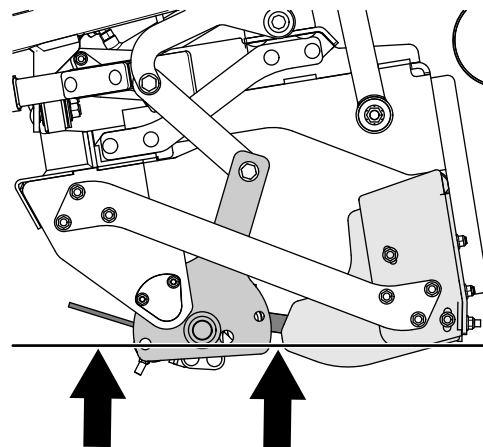

Figura 50
4. Incline el soporte del apero combinado hacia atrás (Figura 50) hasta que las púas estén por encima del borde inferior de la cuchilla de la grada; consulte Inclinación hacia adelante del apero de montaje intermedio (página 29).